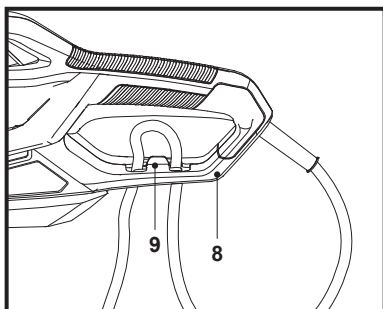

Fig. 2a
1. Dobre o prolongador para trás, cerca de 30 cm a partir da extremidade, e insira-o pelo orifício da proteção traseira (8) (Fig. 2a).